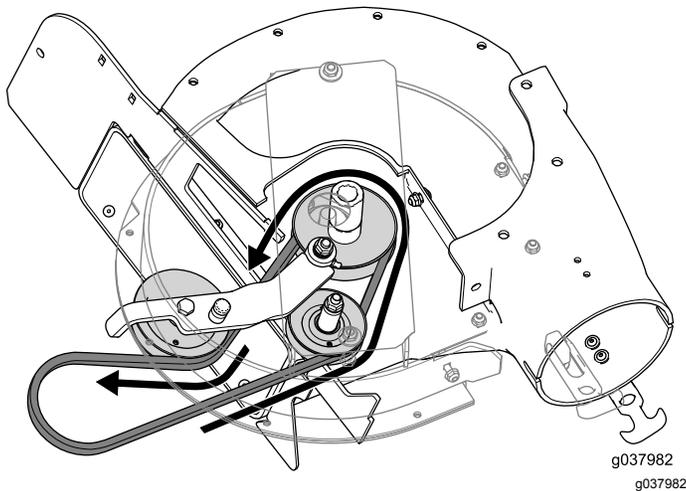

Bild 37
- Verlegen Sie den Riemen um die Riemenscheiben im Innern des Gebläses (Bild 37).
- Ziehen Sie den Führungsstift fest oder setzen Sie diesen ein (Bild 37).